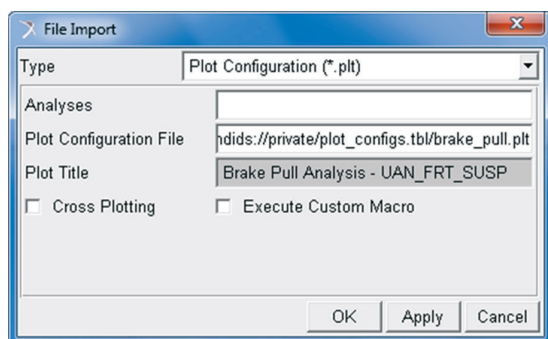

Figura 4.202 – Selecionando o arquivo de simulação.
- Na caixa de texto *Plot title* digite: *Brake Pull Analysis – UAN\_FRT\_SUSP* (Figura 4.202).